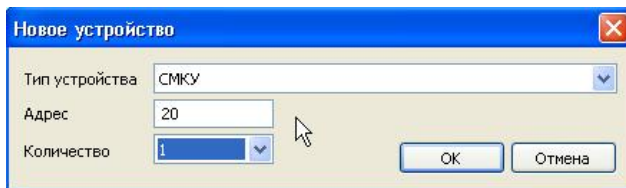

Рис. 7 – Настройка нового устройства.
- **Количество** – выбрать из списка количество модулей и нажимаем кнопку ОК (рис.7).